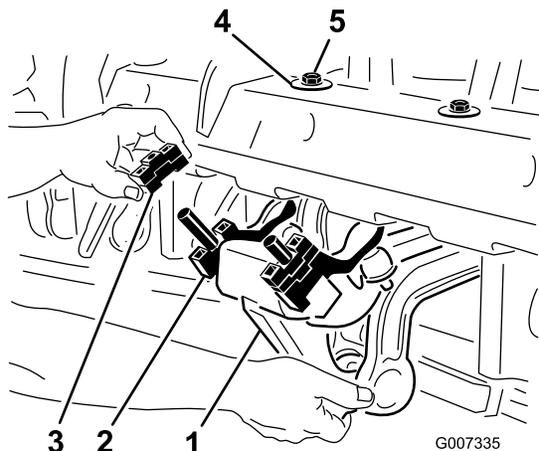

Figure 25
1. Retirez les 2 contre-écrous (1/2 po) qui fixent l'amortisseur Rotalink sur le dessous du cadre de la tête d'aération (Figure 25).
2. Abaissez l'amortisseur pour exposer les entretoises (Figure 25).
4. Remontez l'amortisseur sur le cadre de la tête d'aération. Appuyez bien la rondelle en « D » contre le cadre de la tête d'aération, comme montré à la Figure 25. Serrez les 2 contre-écrous.